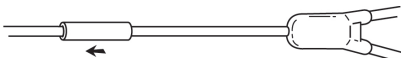

Fig. 8
8. Schieben Sie die Manschette über die Verbindung (Fig. 8).